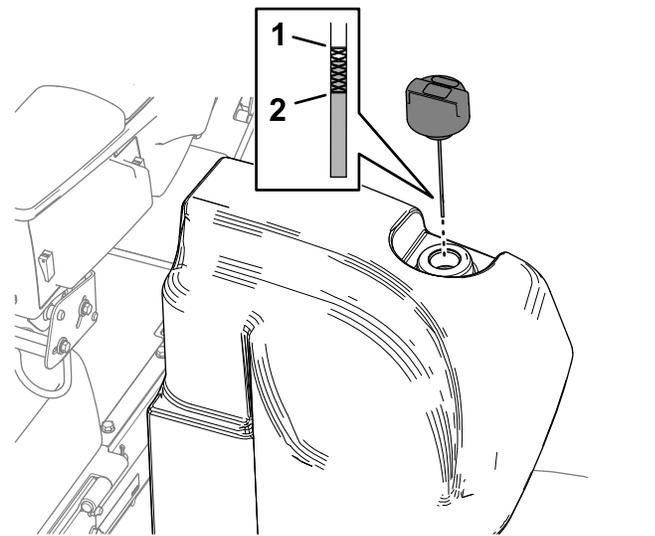

Figura 147
2. Pulite attorno al collo del bocchettone e del tappo del serbatoio idraulico (Figura 147).